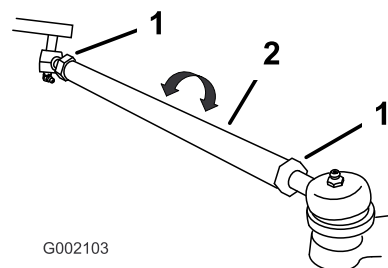

図 16
2. 前後の測定値が適正值から外れている時には（適正值はこの項の一番最初に示されている）、タイロッド両側のジャムナットをゆるめる（図 16）。